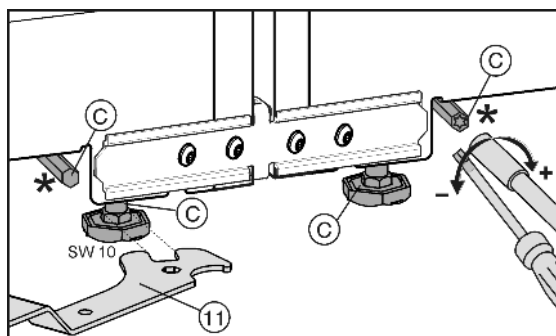

Fig. 8
De främre justerfötterna kan justeras med den medföljande U-nyckeln *Fig. 8 (11)*, de bakre justerfötterna * med en skruvmejsel Torx® 25.